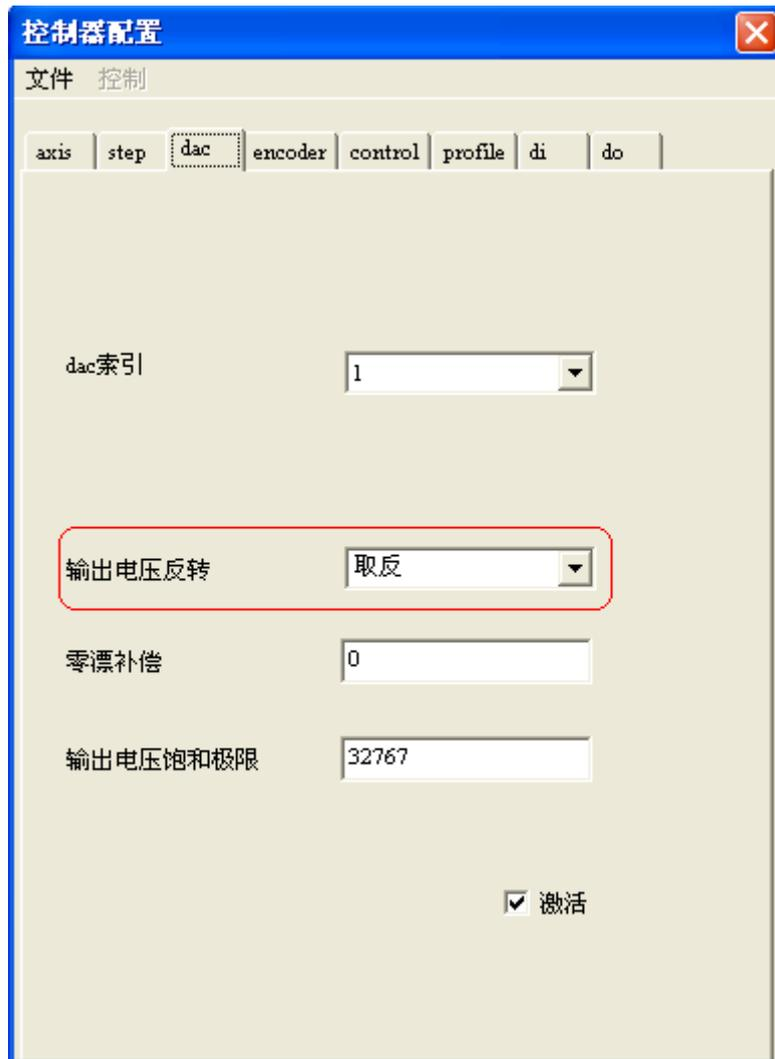

图 4-36 闭环配置示例之 dac 配置界面
- 3) 选择 dac（选项来激活模拟电模输出），配置成如图 4-8 所示，也即默认配置。如果电机正反馈，可以通过修改‘输出电压反转’，使电机控制正常，如图 4-36 所示。